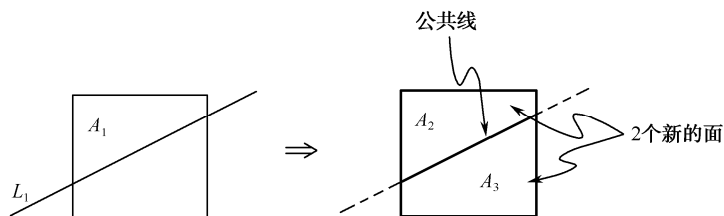

图 2-18 线分割面示意图
(5) 线分割面：在同一平面内，生成新的两个面，其示意图如图 2-18 所示。